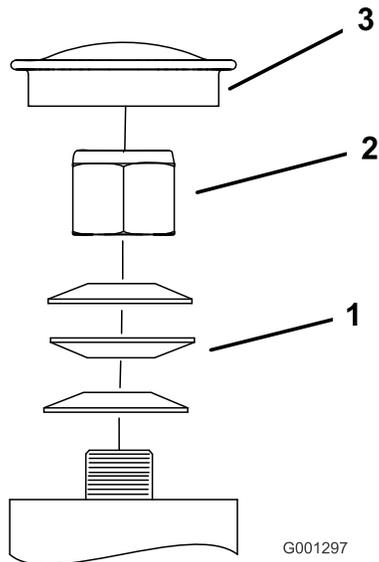

図 58
3. キャスタからダストキャップを外してロックナットを締め付ける 図 58。
4. スプリングワッシャが平たくつぶれるまでロックナットを締め付け、その位置から 1/4 回転もどすと、ベアリングに対して適切な予負荷がかかる 図 58。
重要スプリングワッシャが 図 58 のように正しく取り付けられていることを確認してください。
5. ダストキャップを取り付ける 図 58。